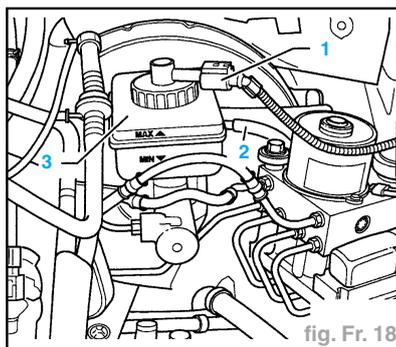
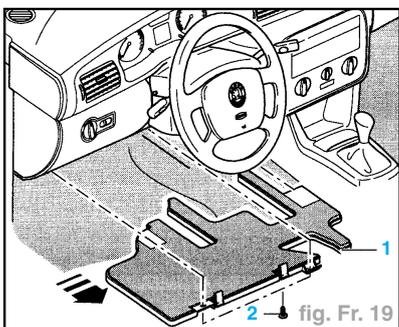

fig. Fr. 18
fig. Fr. 19
- Déposer les vis (2) du filtre à air (3) et mettre celui-ci de côté.
- Débrancher la fiche (1) du contacteur d'avertissement pour le niveau de liquide de frein -F34- (fig. Fr. 18).
- Débrancher la conduite d'à-point du cylindre du transmetteur d'embrayage (2) avec l'outil spécial MP 7-602.
- Débrancher la conduite d'à-point (2) du réservoir de liquide de frein (3) et le remonter.
- Déposer les vis (2) (fig. Fr. 19).